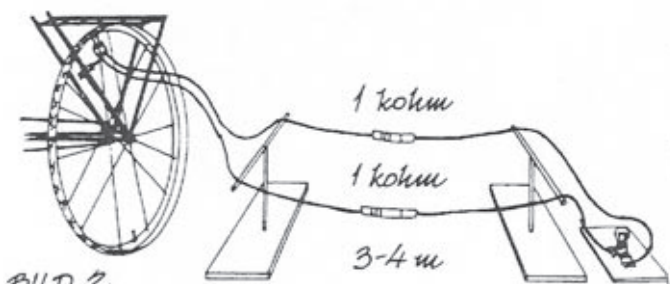

BILD 2
4. Koppla sedan lampan i andra änden på kraftledningen, utan att använda transformatorer. Se bild 2. Prova om lampan lyser och mät spänningen över lampan.